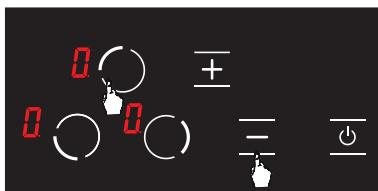

Abbildung 25
2. Berühren Sie die Auswahltaste (**□**) für die obere linke Kochplatte und die Minustaste (**-**) gleichzeitig, (siehe Abb. 25) Dabei ertönt ein kurzer Signalton. Danach werden die Finger vom Bedienfeld des Herds entfernt.